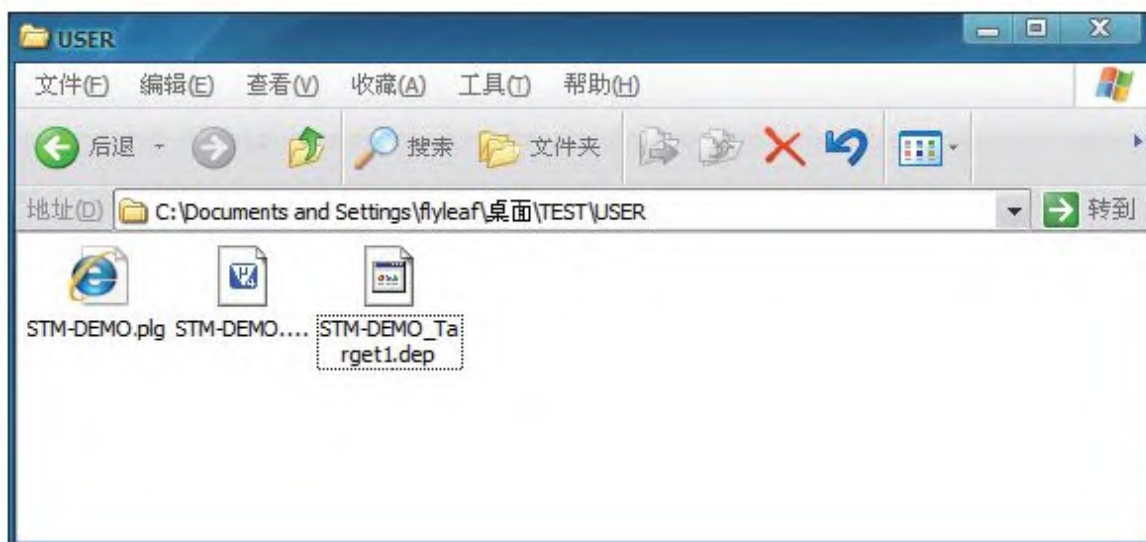

图 3-11 新建工程的效果图
5) 此时我们的工程新建成功，如图3-11所示。但我们的工程中还没有任何文件，接下来我们需要添加所需文件。